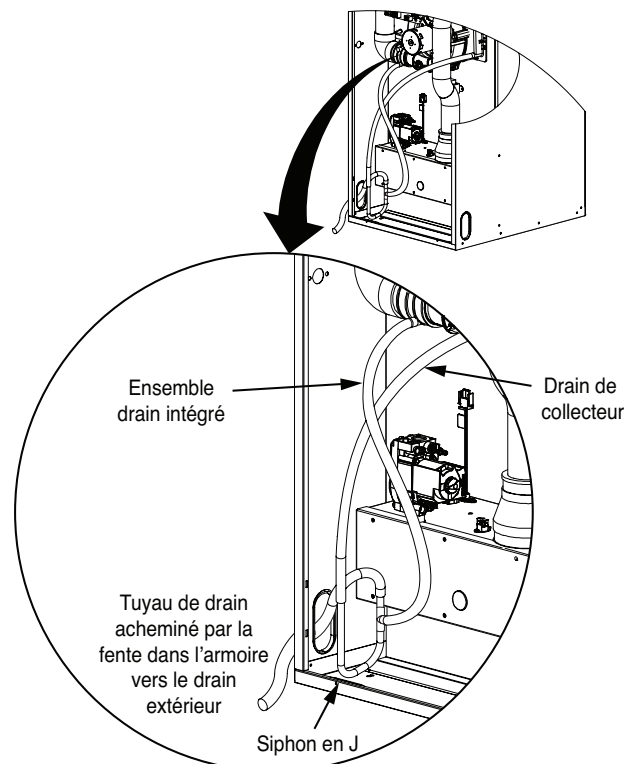

Figure 18. Évacuation du condensat
- Le drain à condensat peut sortir par la fente gauche ou droite à la base de la fournaise (Figure 18). Assurez-vous que le flexible d'écoulement n'est pas entortillé.
1. Retirez le tube souple du boîtier collecteur (Figure 18) et vérifiez que la sortie du boîtier collecteur est dégagée et exempte de débris ou d'obstructions.